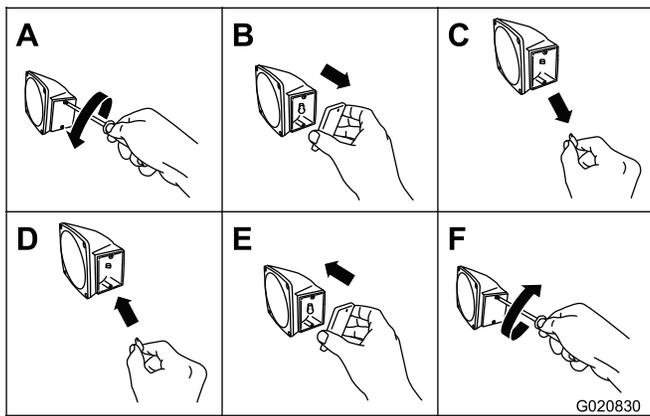

Figure 57
1. À l'aide d'un tournevis, retirez les 2 vis du petit verre rectangulaire sur le côté du feu (Figure 57).
2. Déposez le verre (Figure 57).
3. Sortez l'ampoule de la douille (Figure 57).
4. Poussez une ampoule neuve 168 dans la douille (Figure 57).
5. Reposez le verre et les 2 vis (Figure 57).